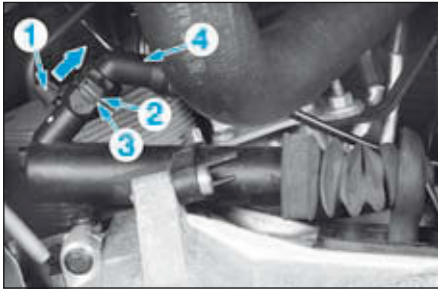

FIG.14
- Déposer le capuchon de protection de l'orifice de purge (1) sur le cylindre récepteur d'embrayage (Fig.14).
- Clipper l'agrafe (2).